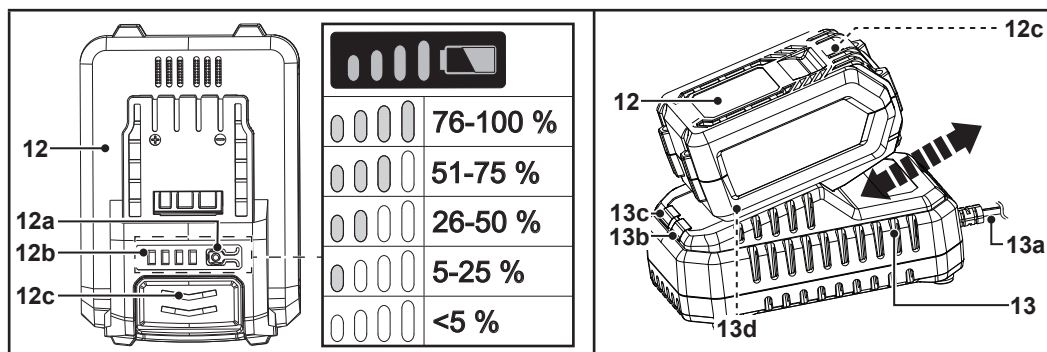

Fig. 3
1. Appuyer sur le bouton de capacité de la batterie (12a) (Fig. 3).
2. Les LED de l'indicateur de capacité de la batterie (12b) restent allumées pendant environ 10 secondes (Fig. 3).
1. Brancher la fiche secteur (13a) du chargeur (13) sur une alimentation appropriée.
2. Aligner la batterie (12) sur le port de connexion de la batterie (13d) et la faire glisser jusqu'à ce qu'elle s'enclenche (Fig. 3).
4. **Une fois la charge terminée** : Maintenir le chargeur (13) en place d'une main. Appuyer sur le bouton de déverrouillage (12c) et retirer la batterie (12) (Fig. 3).